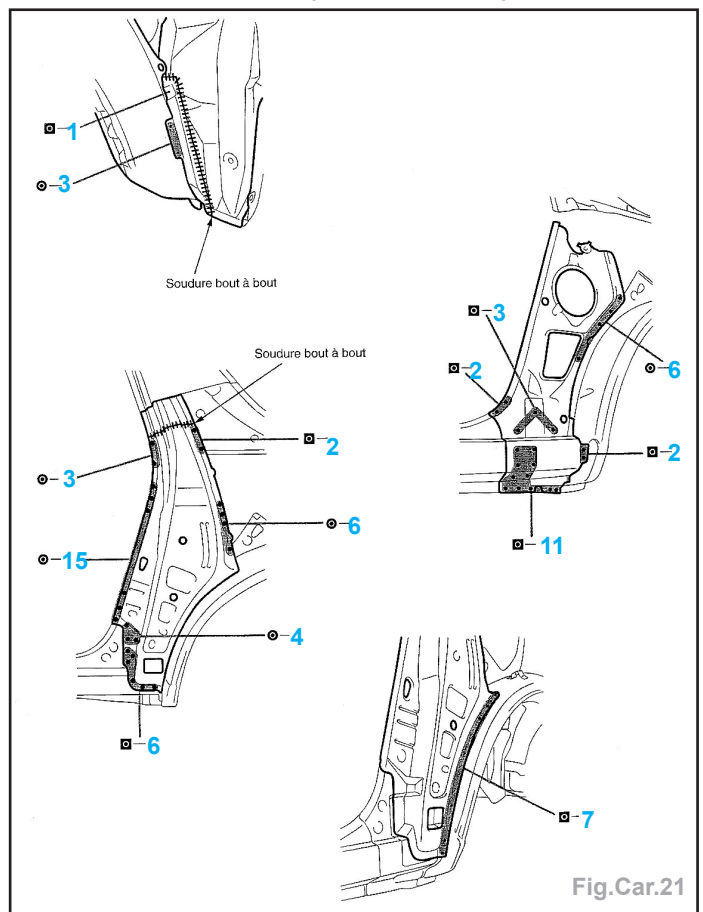

Fig.Car.21
• par cordons à l'arc sous gaz protecteur (Fig.Car.21).